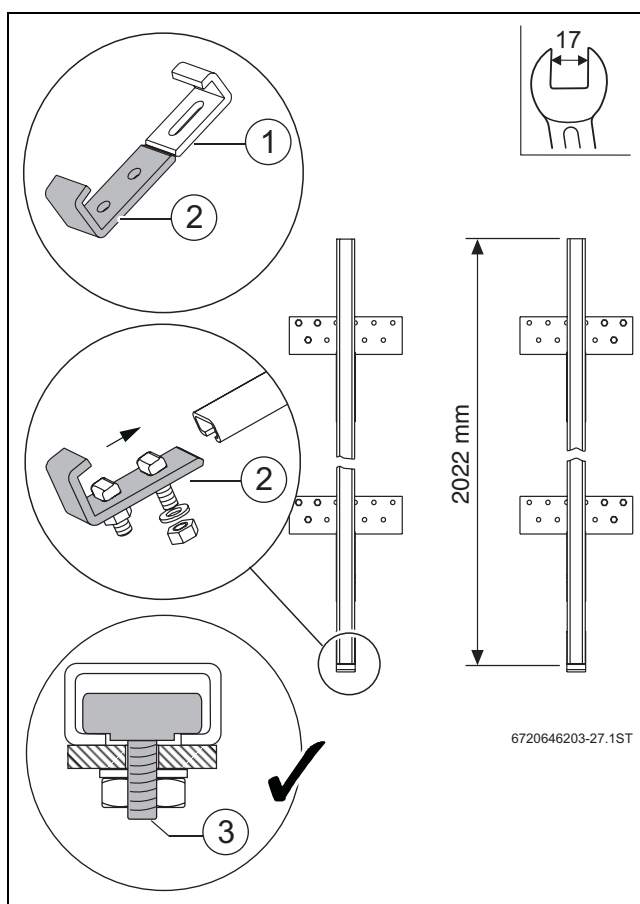

Fig. 30
- ▶ Montarea în prealabil a ghearelor de prindere în partea de jos pe șine verticale (2022 mm): → Fig. 30